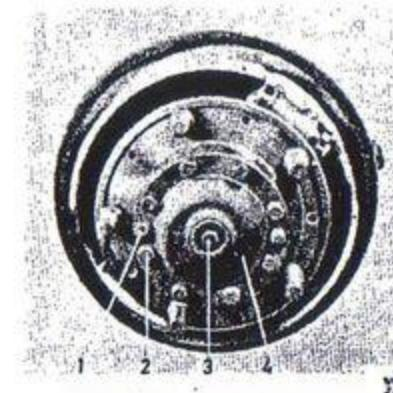

Bild 101. Framhjulsnav.
2. Demontera centrumskruven (3 bild 101), fästskruvorna (2) och de två utdragarskruvorna (1). Tag bort brickorna och skruva in utdragarskruvorna tills drivflänsen (4) just lossnar. Dra av drivflänsen.